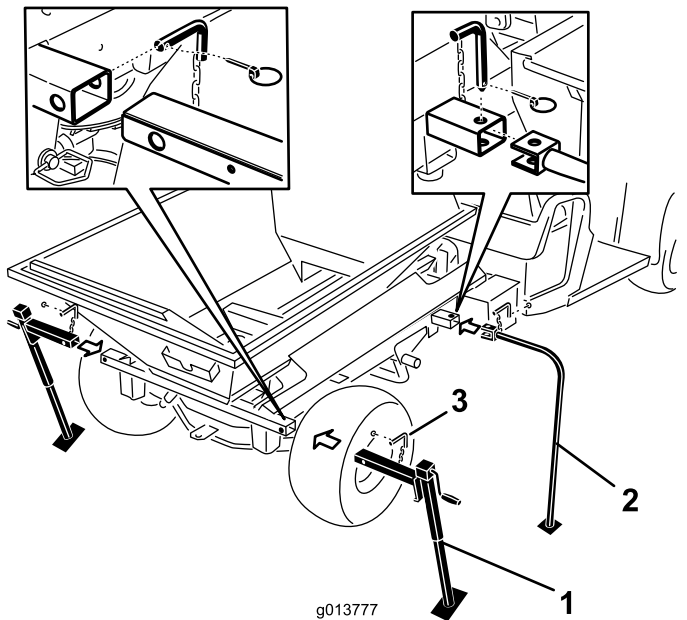

Figura 52
7. Introducei picioarele de depozitare față i cricurile spate în tuburile mainii i fixai-le cu tifturile de blocare (Figura 52).